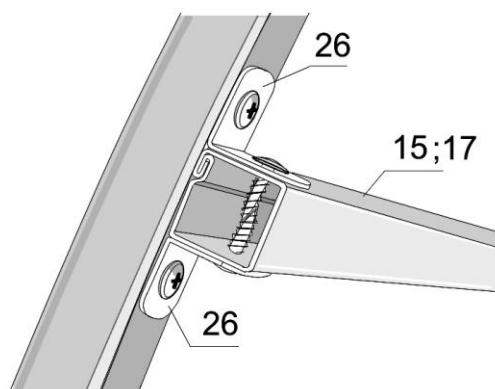

Рис. 13
3.8.3. К стрингерам № 15 присоедините уголки L 90° № 26. К верхней торцевой дуге №1 присоедините три стрингера №15 саморезами 4,2x16 через уголки №26 (рис. 13).